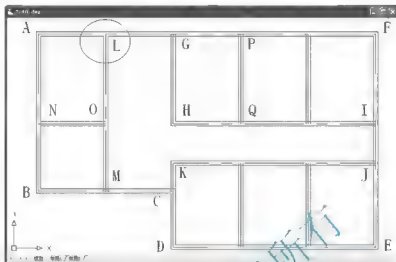

图 2.40 打开多线的 T 形接头
② 在选择第一条多线: 提示下, 单击选择 LM 线临近 AF 线处。
③ 在选择第二条多线: 提示下, 单击选择 AF 线临近 LM 线处, 则 AF 线和 LM 线相交处变成如图 2.40 所示的状态。
(3) 用同样的方法编辑其他 T 形接头处, 打开所有 T 形接头。